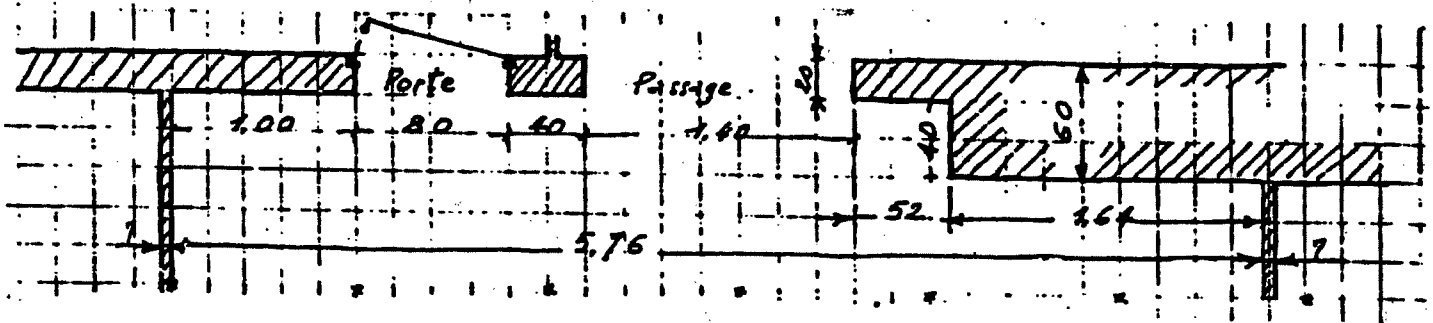
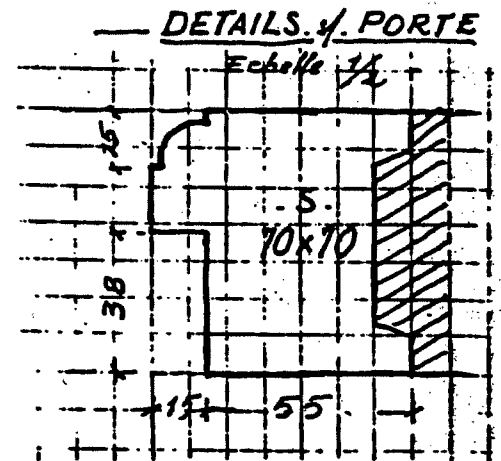

Fig. 2
Fig. 3
- Les chiffres doivent être bien formés et pas trop gros, mais faciles à lire. Prendre les cotes d'ensemble et de détails séparées et non cumulées, car ce principe permet d'en contrôler l'exactitude plus facilement en les cumulant par addition ensuite (Fig. 2). Les cotes sont exprimées en centimètres pour les ensembles, et en millimètres pour les détails (Fig. 3).